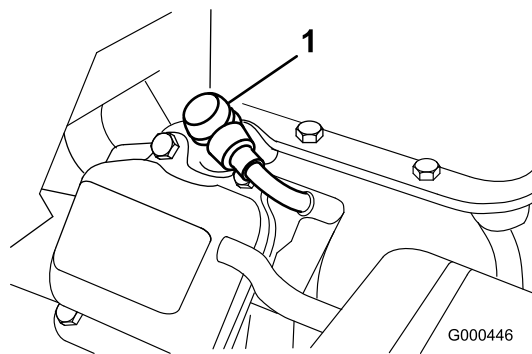

Figura 23
1. Retire el cable moldeado de la bujía (Figura 23).